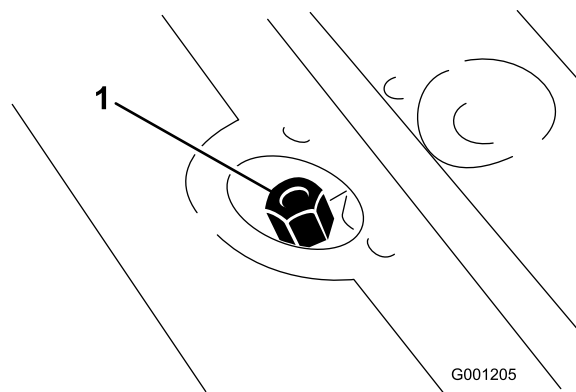

Figura 25
2. Togliete il tappo dell'asta di livello (Figura 25) dal bocchettone di riempimento e tergete l'asta con un cencio pulito. Avvitare il tappo dell'asta di livello a mano sul bocchettone, quindi toglietelo e controllate il livello del fluido. Se il fluido non si trova a 13 mm dall'intaglio nell'asta di livello, rabboccate con fluido idraulico di alta qualità fino all'intaglio. Non riempite troppo.